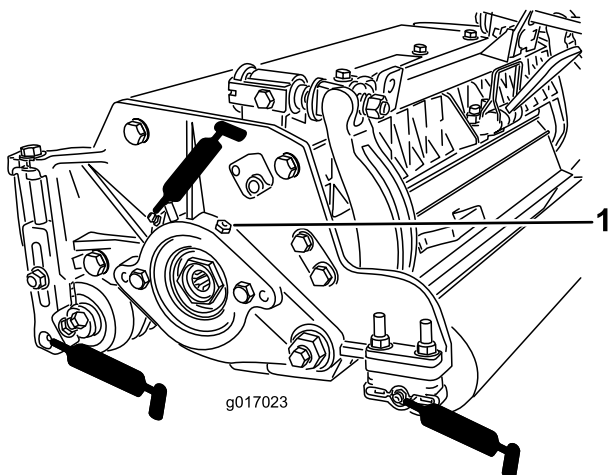

Figure 25
Chaque plateau de coupe comporte (6) graisseurs (Figure 25) qu'il faut lubrifier régulièrement avec de la graisse universelle au lithium n° 2.